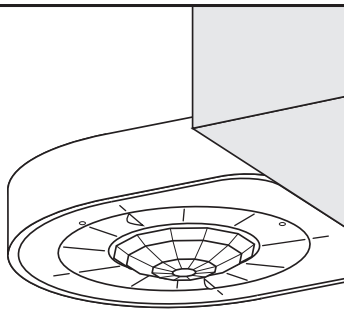

Figure 2A
- En orientant la photocellule vers un puits de lumière, elle ne détectera que l'éclairage du jour. Les luminaires n'auront alors que peu d'apport. Le graphique de la **figure 2A** illustre les valeurs d'une photocellule tout au long de la journée. Présument l'absence de nuages, ces valeurs empruntent un parcours relativement linéaire. À l'extrême gauche, représentant la nuit, les niveaux sont très bas, et commencent à monter à l'aube. Quand les valeurs atteignent le point de consigne, les lumières s'éteignent, puisqu'il y a suffisamment d'éclairage naturel. Les niveaux amorcent leur descente vers midi, jusqu'au point de consigne, où les lumières se rallument. Quand il n'y a que peu ou pas d'apport des luminaires, le système est relativement simple et stable. Pour éviter que les lumières se commutent sans raison, le point de mise hors tension est généralement fixé à un niveau plus élevé que le point de mise sous tension. Il est également possible d'établir des délais d'allumage et d'éteinte une fois les points de consigne atteints. À titre d'exemple, il pourrait y avoir un écart de 5 % entre les points de consigne de mise sous et hors tension, de même que des délais de cinq minutes pour mettre les charges hors tension et de une minute pour les mettre sous tension.